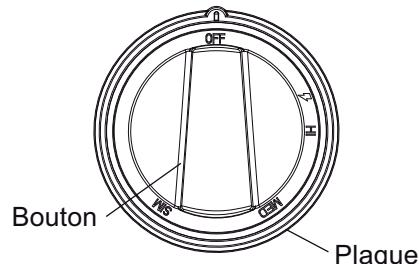

Figure 10 : Bouton de commande de brûleur standard
- Vérifier chaque brûleur afin de s'assurer qu'il n'y a pas d'espace entre le capuchon et la base du brûleur. *Voir les figures 10 et 11 ; emplacement correct et incorrect du capuchon de brûleur, pour des exemples d'emplacements appropriés ou non.*
- L'on peut bouger délicatement le capuchon d'un côté à l'autre pour vérifier s'il est adéquatement positionné sur la base du brûleur. *Lorsque bien en place, chaque capuchon repose à plat sur le dessus de la base du brûleur et couvre complètement la forme en étoile de la base, lorsque vu de dessus, figure 10 ; emplacement correct du capuchon de brûleur..*